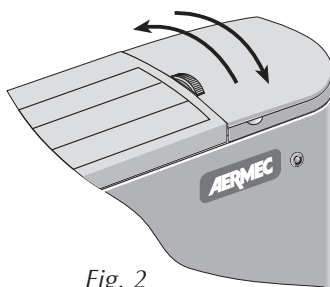

Fig. 2
- 1) Aprire le alette (Fig. 2).
- 1) Open the louvers (Fig. 2).
- 1) Ouvrir les ailettes (Fig. 2).
- 1) Die lamellen des Ausblagitters öffnen (Fig. 2).